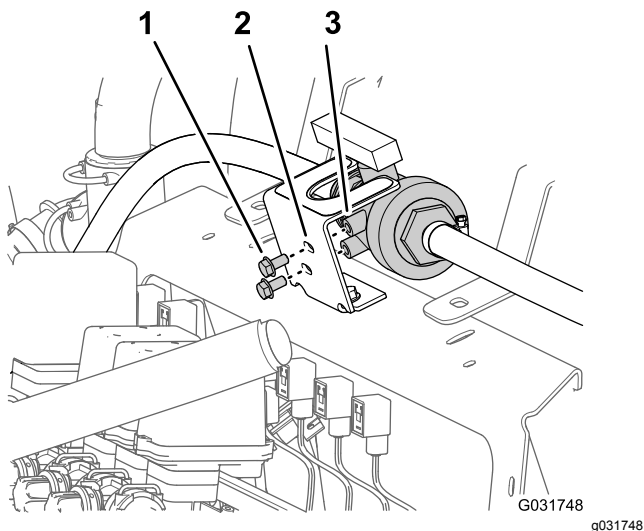

図 37
3. ボールバルブをボールバルブ用ブラケットに固定しているフランジヘッドボルト 5/16 x 5/8" を取り外す 図 37。